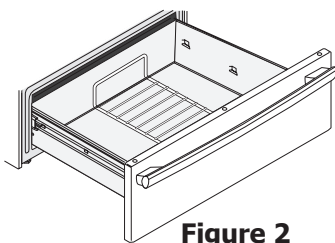

Figure 2
- **Grille à plat sur le fond** (Fig. 2) pour permettre de disposer des aliments de moindre poids et la vaisselle vide (par exemple, assiettes à petits pains ou pâtisseries et assiettes à dîner).